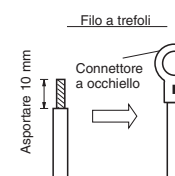

Fig. 5-3
- Asportare circa 10 mm di guaina isolante dall'estremità del cavo per esporre i trefoli, i quali andranno quindi attorcigliati. (Fig. 5-3)